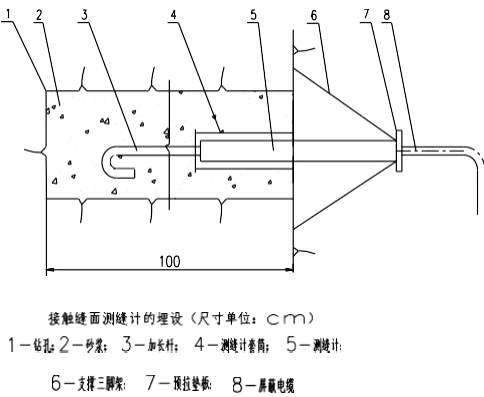

图 4
2.2、在孔内填满水泥砂浆，砂浆应有微膨胀性，将套筒或带有加长杆的套筒挤入孔中，筒口与孔口平齐。然后将罗纹涂上机油，筒内填满棉纱，旋上筒盖，见图 4。